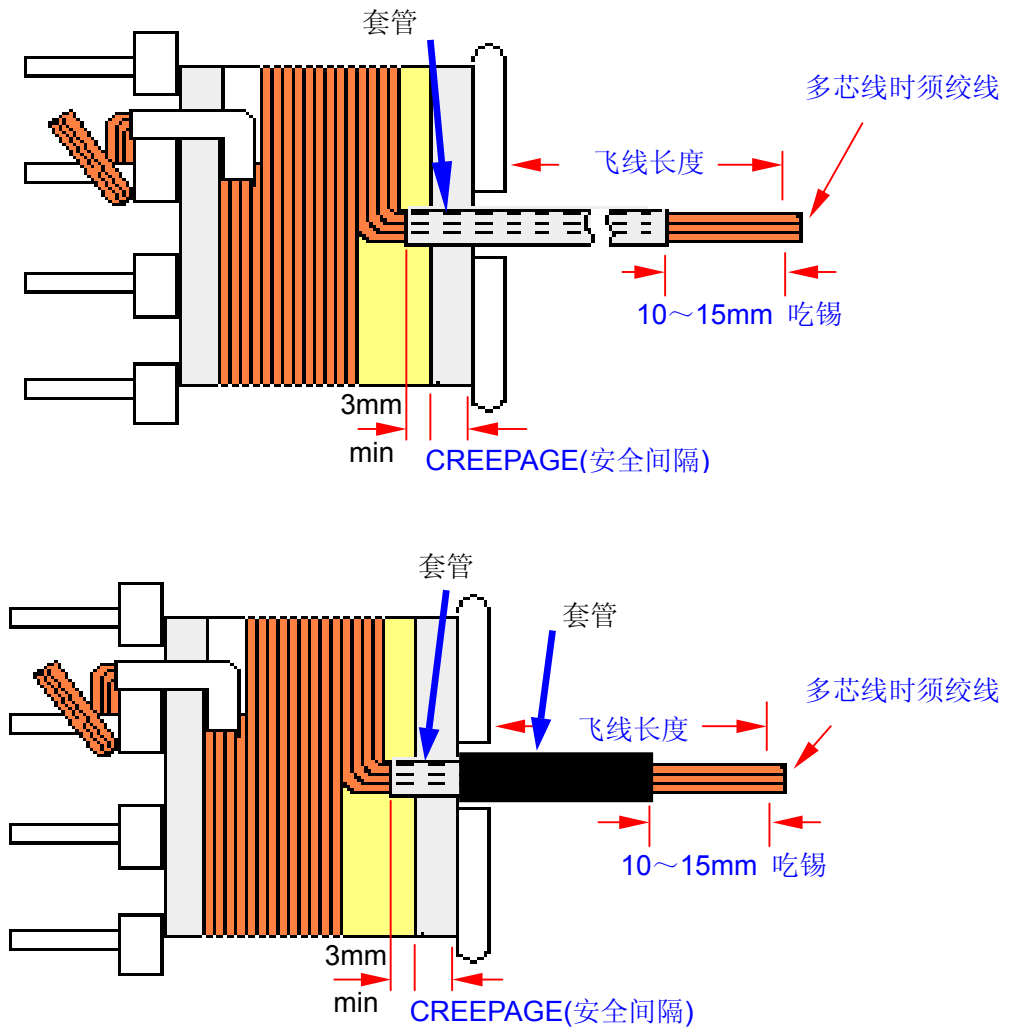

图 6.5
- 4.1.2 套管须深入挡墙 3mm 以上。(如图 6.5)